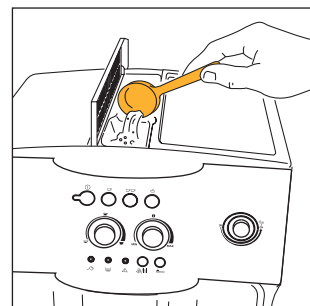

Fig. 19
2. Løft det lille lokket i midten og før en skje forhåndsmalt kaffe inn i trakten (fig. 19), gå deretter fram som beskrevet i avsnitt 5.